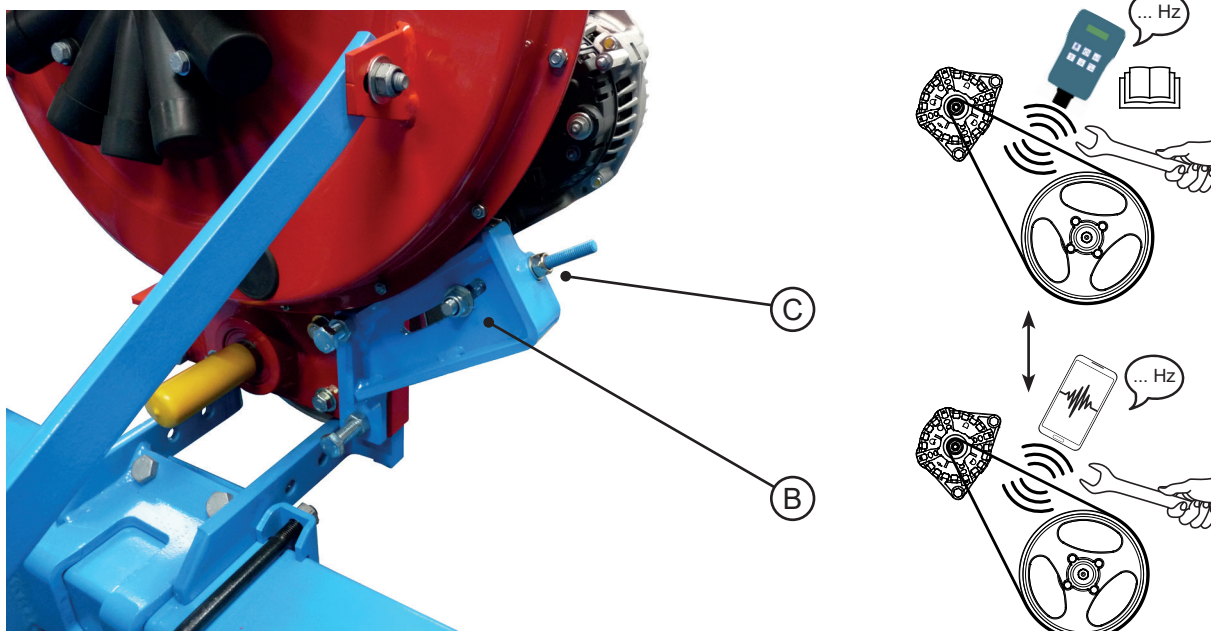

Fig.3
- Desserrer l'écrou avant (B - fig. 3)
- Avec une clé, serrer ou desserrer l'écrou de réglage (C - fig. 3) afin d'obtenir la tension nécessaire au bon fonctionnement (**137 Hz**).
- Unscrew the front nut (B - fig. 3)
- With a wrench, screw or unscrew the adjusting nut (C - fig. 3) in order to obtain the tension required for correct operation (**137 Hz**).
- Die vordere Mutter lösen (B - Abb. 3)
- Mit einem Schlüssel die Stellmutter anziehen oder lösen (C - Abb. 3), um die richtige Spannung für einen einwandfreien Betrieb zu erhalten (**137 Hz**).
- De voormoer los maken (B - fig. 3)
- de regel moer d.m.v. een sleutel aan- of losdraaien (C - fig. 3) om de voor de goede werking nodige spanning (137 Hz) te krijgen.